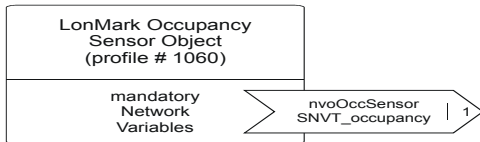

Abb. 5 Occupancy Sensor Objekt
- 1 Occupancy Sensor Objekt (#1060) (siehe Abb. 5)